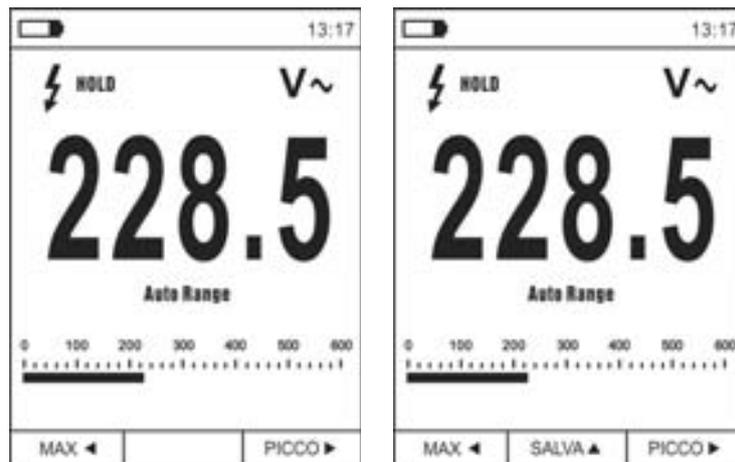

Fig. 7: Salvataggio valore fissato a display
1. Premere il tasto **HOLD/REL** per fissare il risultato. Il messaggio “HOLD” appare a display e il tasto virtuale **SALVA ▲** è mostrato a display (vedere Fig. 7 – parte destra)